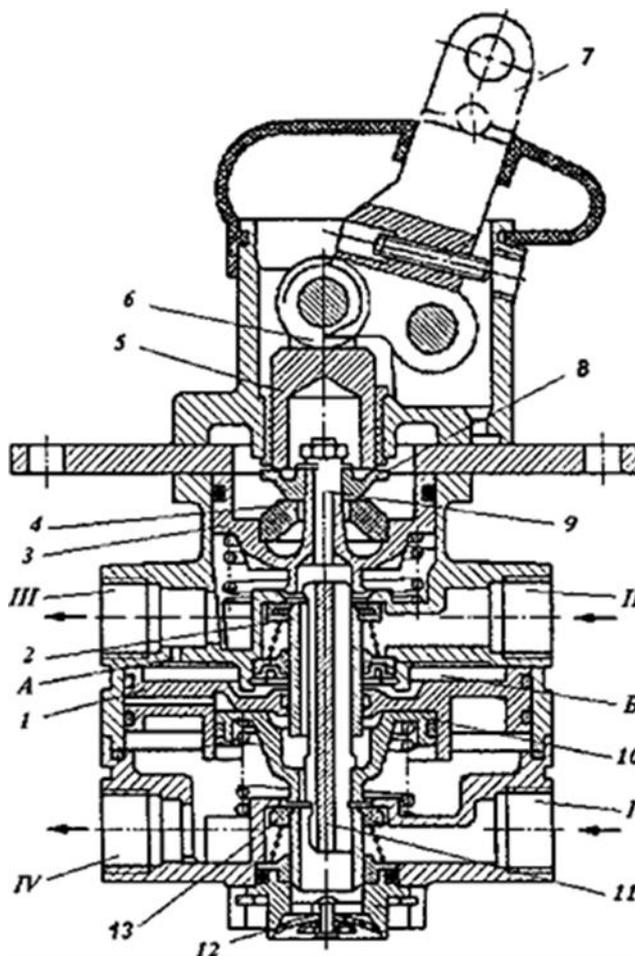

Рис. 1.21. Тормозной кран
84. РАБОТА НИЖНЕЙ СЕКЦИИ ТОРМОЗНОГО КРАНА (РИС. 1.21) ПРИ ТОРМОЖЕНИИ:
85. РАБОТА ВЕРХНЕЙ СЕКЦИИ ТОРМОЗНОГО КРАНА РИС. 1.21 ПРИ РАСТОРМАЖИВАНИИ